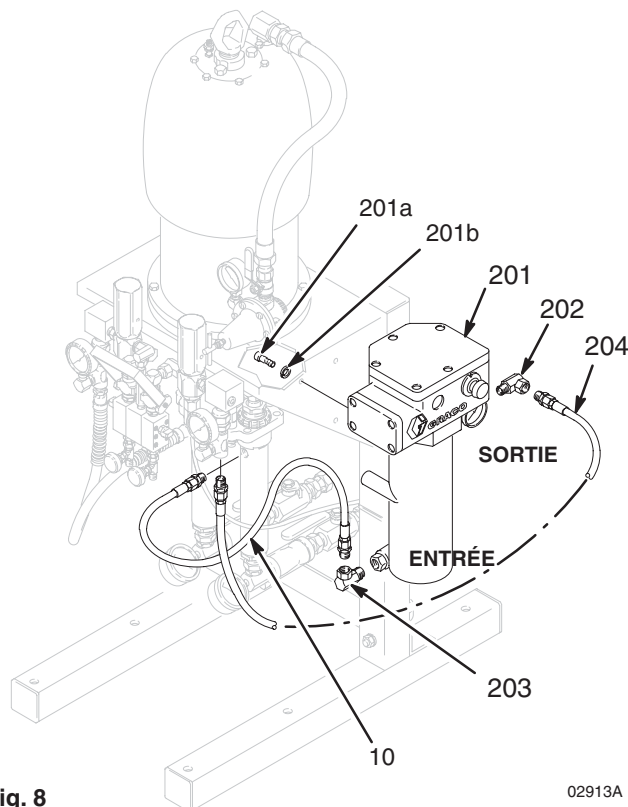
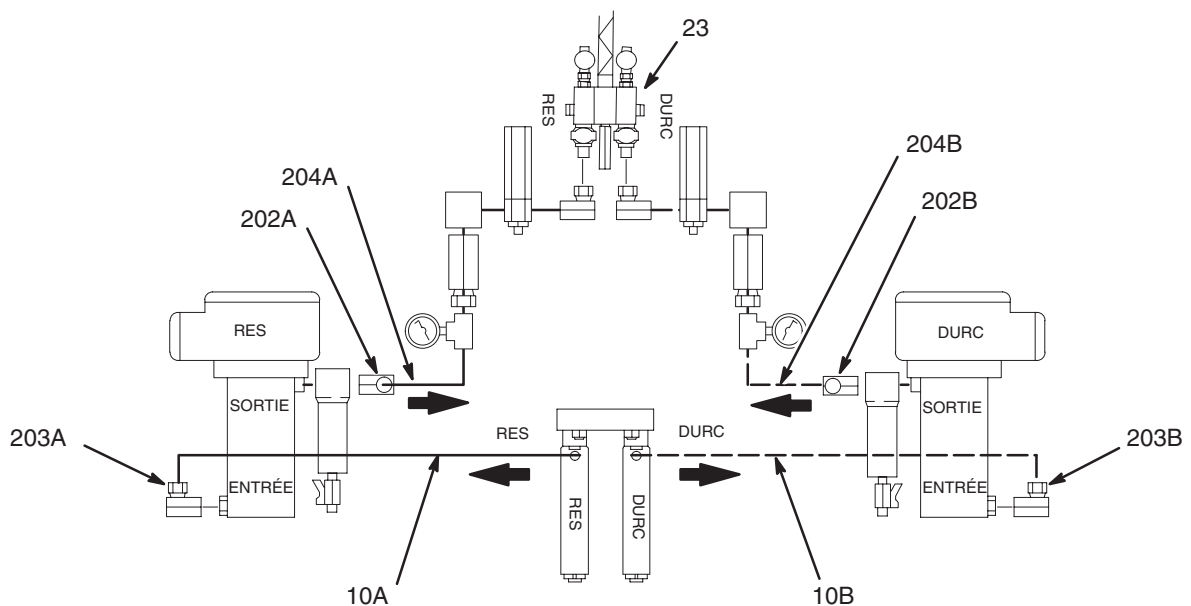

Fig. 8
Fig. 9
1. Monter un réchauffeur de chaque côté du support à l'aide des trois vis (201a) et rondelles (201b) fournies avec chaque réchauffeur. Voir Fig. 8.
2. Brancher un raccord tournant (202) sur la sortie de chaque réchauffeur. Voir Fig. 8.
3. Brancher un raccord tournant (203) sur l'entrée de chaque réchauffeur. Voir Fig. 8.
1. Débrancher le flexible à durcisseur existant (10B) de l'entrée du collecteur mélangeur (23). Voir Fig. 8. Brancher l'extrémité libre du flexible sur le raccord tournant (203) d'entrée du réchauffeur de durcisseur. Voir Fig. 9.
2. Installer un nouveau flexible produit (204B) entre la sortie du réchauffeur de durcisseur (202B) et le collecteur mélangeur de durcisseur. Voir Fig. 8 et 9.